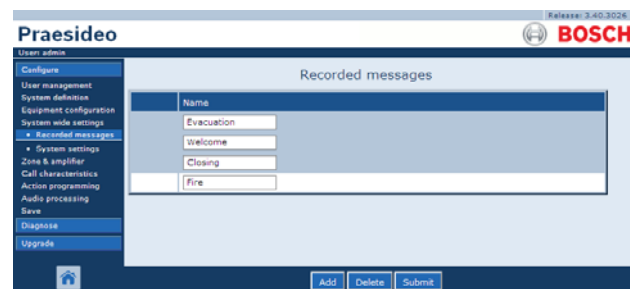

рисунок 45.7: Отмена регистрации сообщения, шаг 2
- Нажмите на любое место в ряде записанного сообщения, которое должно быть удалено. Будет выделен весь ряд (см. рисунок 45.7).